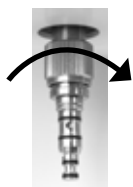

FIG. 1
4. Si se están usando los adaptadores de servicio, inserte el adaptador dentro del conector de 4 agujeros y apriete la tuerca (Fig. 1).